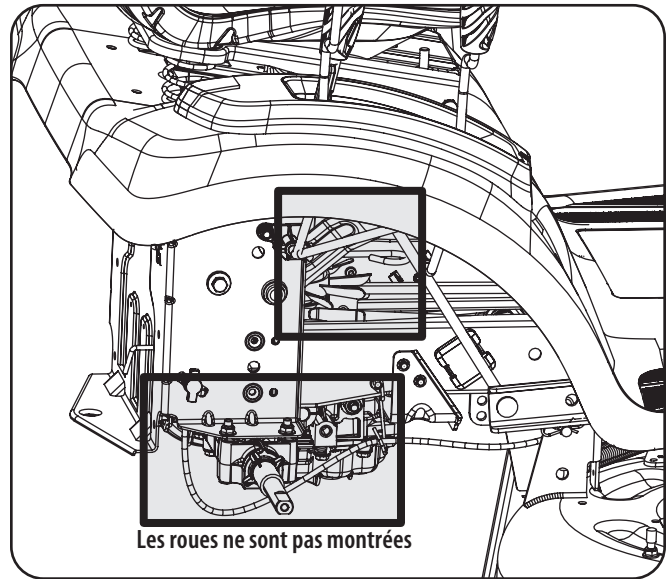

Figure 6-2
- Gardez l'essieu ainsi que la partie autour de la transmission et du ventilateur propres. Voir Figure 6-2.